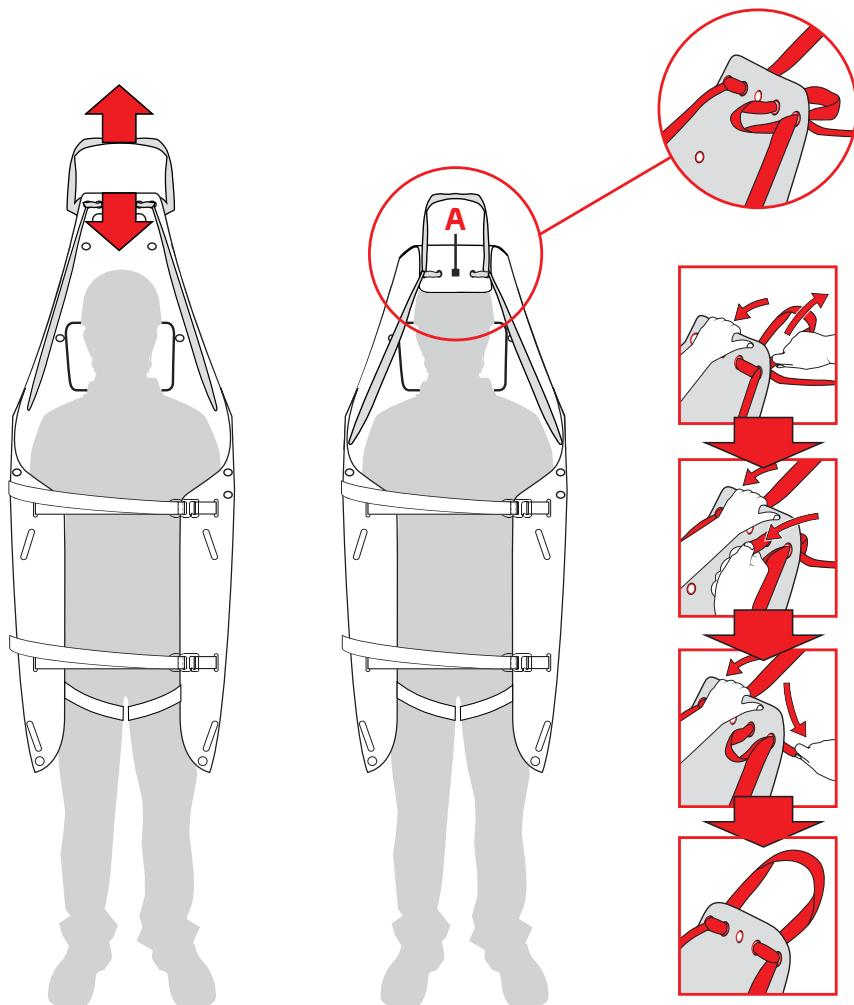

Fig.12
- introduire les tours de cuisse (L) dans les rainures A4 du plan d'appui et décrocher les boucles automatiques (G) (fig. 12).
- entraînement : tendre la sangle (E) pour soulever l'extrémité du plan d'appui (A) suffisamment pour contenir la tête du patient et l'immobiliser (fig. 12).